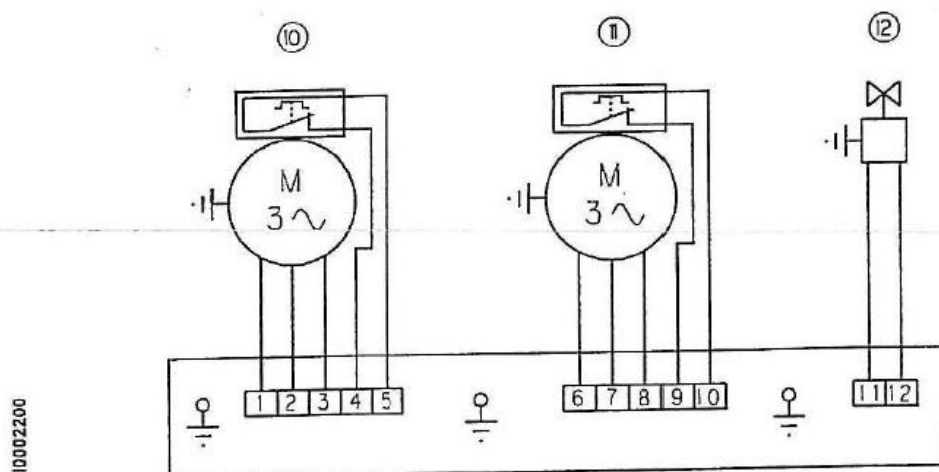

fig.3
- Effectuer les branchements électriques en passant par le serre-câbles(7) en utilisant des câbles ayant une section appropriée et protégés à l'air de gaine spiralée d'un diamètre interne de 13.5 mm. Le schéma de branchement qui se trouve à l'intérieur du carton (9) a été reporté sur la Fig. 3.
- Pour relier l'eau, utiliser le raccord (6) pour tuyau en cuivre ou en aluminium ayant un diamètre externe de 10 mm.
- Effectuer le réglage de l'eau de façon à limiter le débit à 100L/heure maximum. Pour cela, tourner la vis placée sous le couvercle de protection (5). Pour un bon réglage, il est conseillé de limiter la pression de l'eau d'alimentation à 100 kPa.